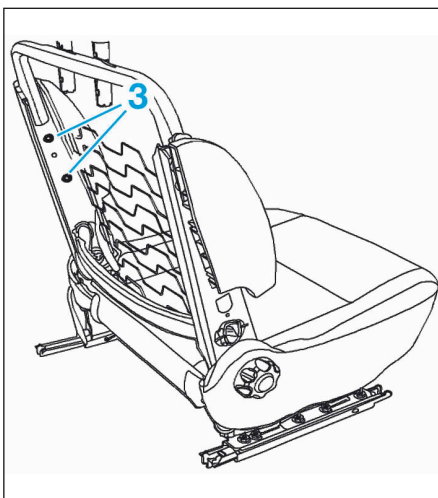

FIG.6
- Déposer les écrous (3) (Fig.6).